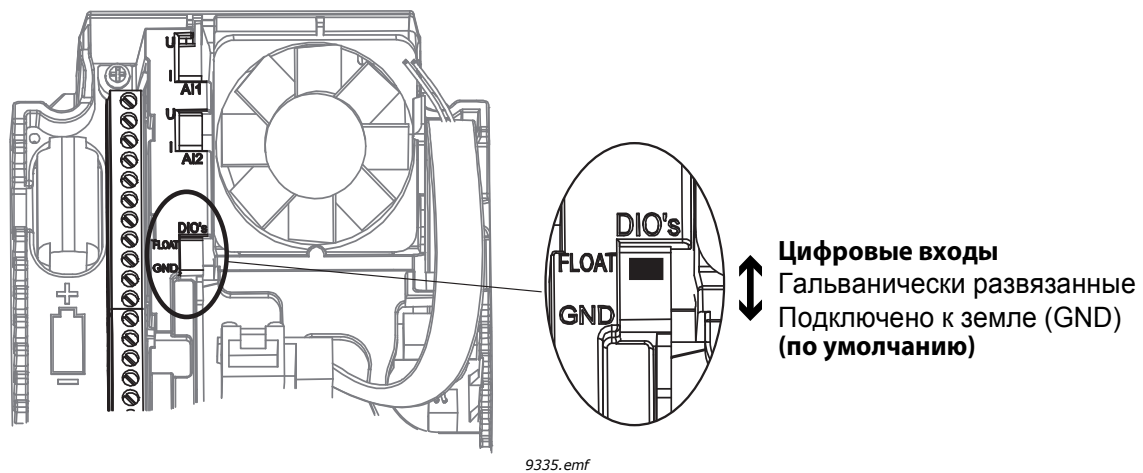

Рис. 18.
**ВНИМАНИЕ!** \*) Изолируйте цифровые входы от земли с помощью DIP-переключателя. См. Рис. 18 ниже.